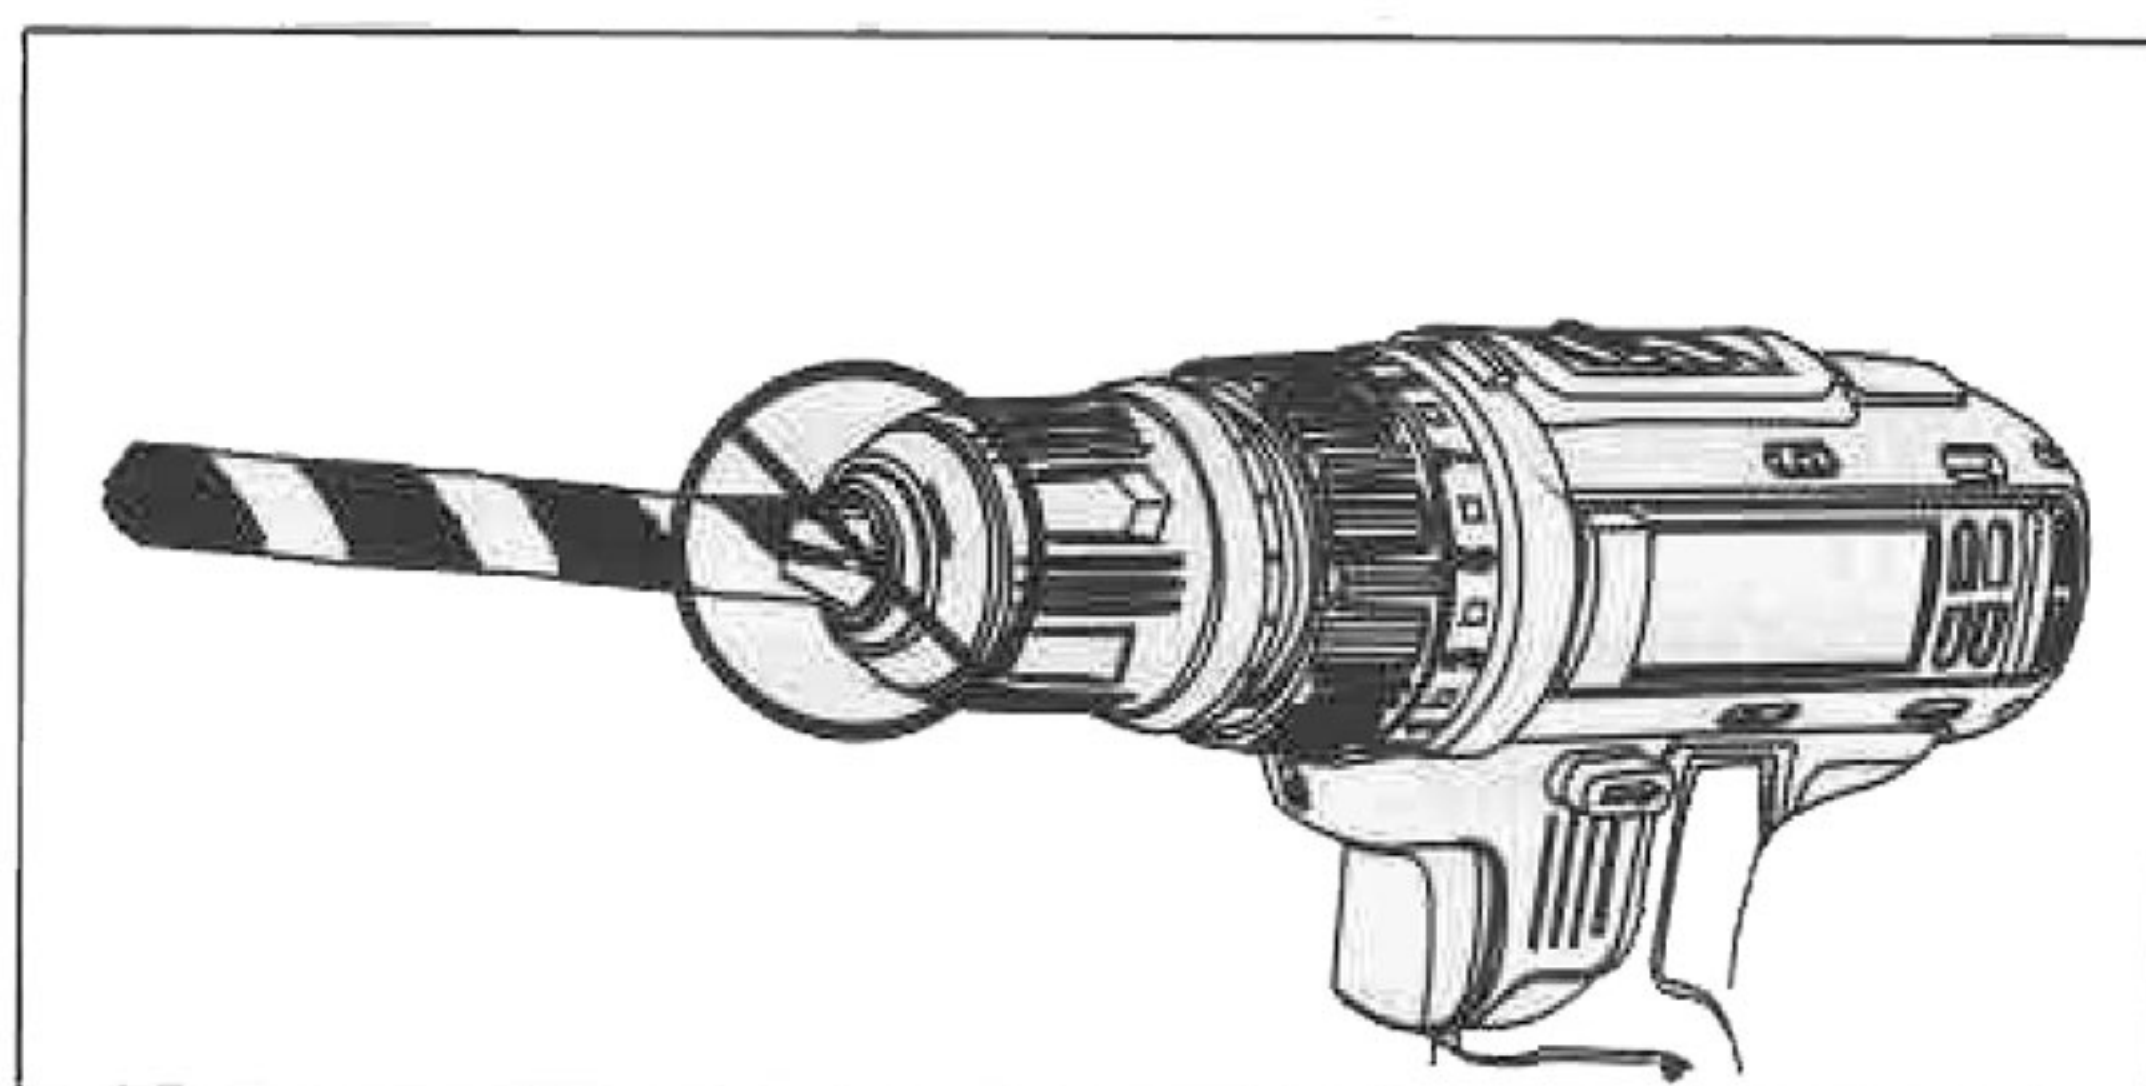

рис.9
**ВНИМАНИЕ!** Никогда не закрепляйте оснастку как показано на рисунке (Рис.9). Оснастка должна быть зафиксирована ровно и всеми губками патрона одновременно.